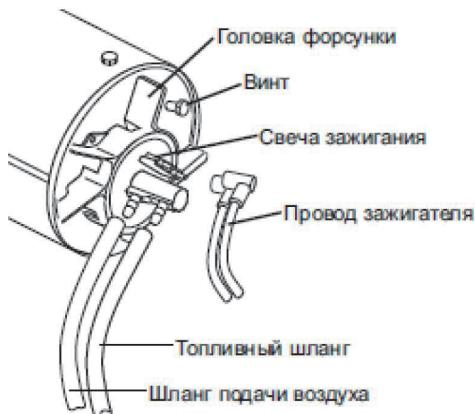

Рис. 13
2. Снимите лопасти вентилятора (рис. 13);
3. Отсоедините топливопровод от горелки (рис. 13);
4. Отсоедините провод от электродов свечи зажигания (рис. 13);